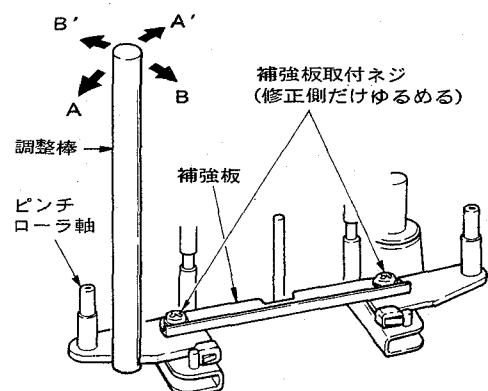

図13 ピンチ・ローラ軸傾きの修正
- 平行でない場合は、調整棒を使用して図13に示すA又はA'方向にピンチ・ローラ軸の傾きを修正する。(調整棒は出来るだけピンチ・ローラ軸に近い位置にセットして下さい。)
- 平行でない場合は、調整棒を使用して図13に示すB又はB'方向にピンチ・ローラ軸の傾きを修正する。(調整棒 品番 5736000100)
- 移動する場合は、図13の方法でピンチ・ローラ軸の傾きを微調整する。